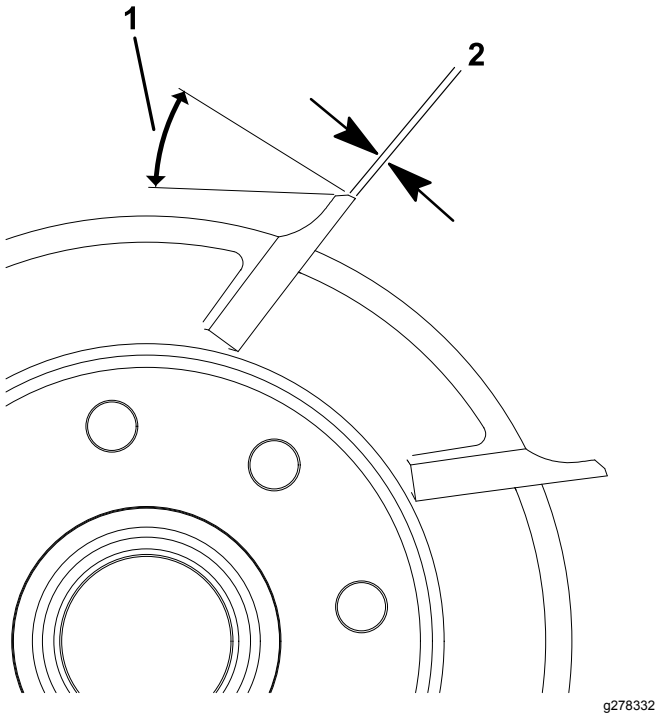

图19
1. 对所有滚刀棱面进行 30° 铲磨直至棱面宽度达到 0.761.27mm 图19。